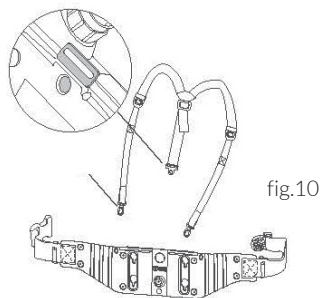

fig.10
2. Posizionare gli spillacci come desiderato e quindi attaccare i due ganci ai fori corrispondenti su ciascun lato della cinghia (vedi fig.10).